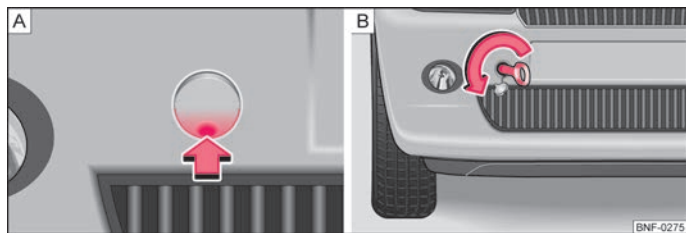

Bild 112 Främre stötfångare: Kåpa/Montering av bogserögla
- Skruvar du bogserögla för hand i pilens riktning fram till anslaget ⇒ **bild 112 - B**. För fastdragning rekommenderar vi att t.ex. hjulnyckeln, bogserögla från ett annat fordon eller ett liknande föremål används, vilket går att sticka igenom bogserögla.
- Tryck på undre området av kåpan (pil) ⇒ **bild 112 - A**, för att lossa spärren till kåpan.